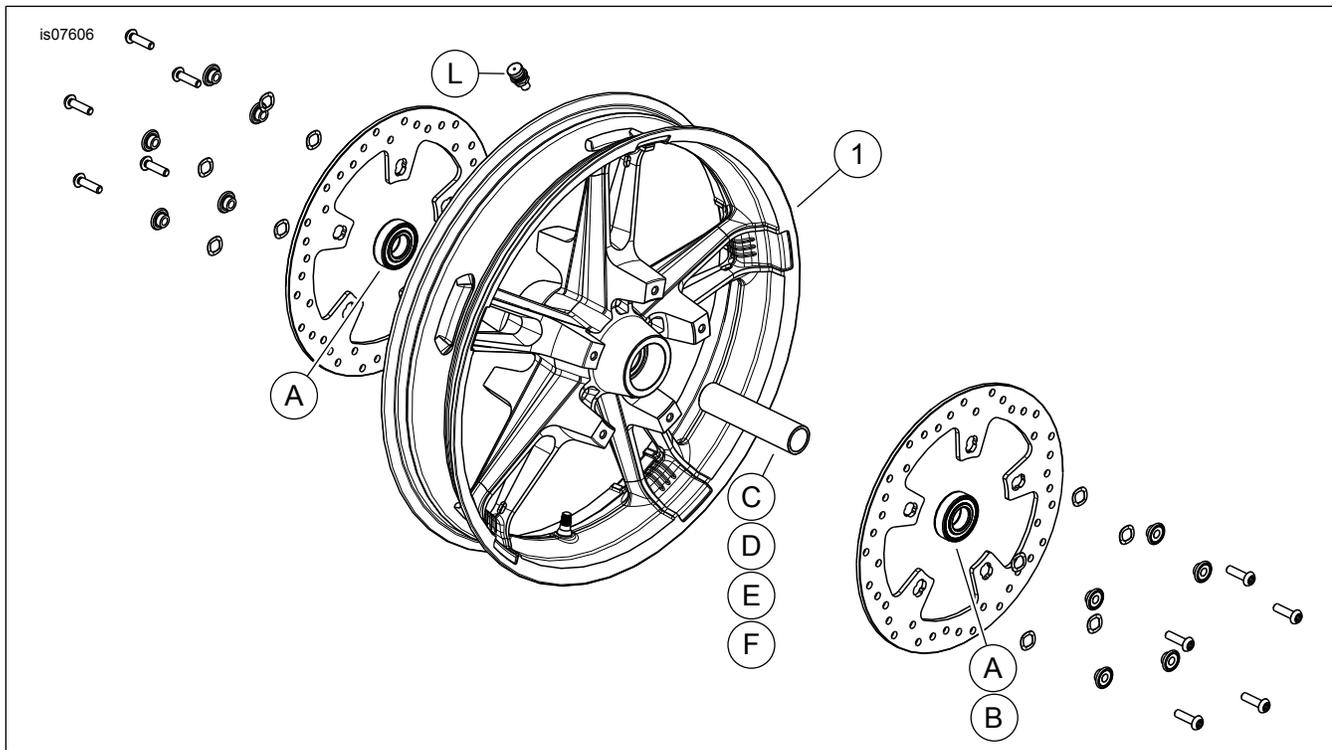

Figura 1. Piezas de servicio: RUEDAS DELANTERAS ENFORCER, se muestra el kit 43300336.
2. Vea la Figura 1. Instale el conjunto del vástago de la válvula (N) en la rueda. Vea NEUMÁTICOS en el Manual de servicio.